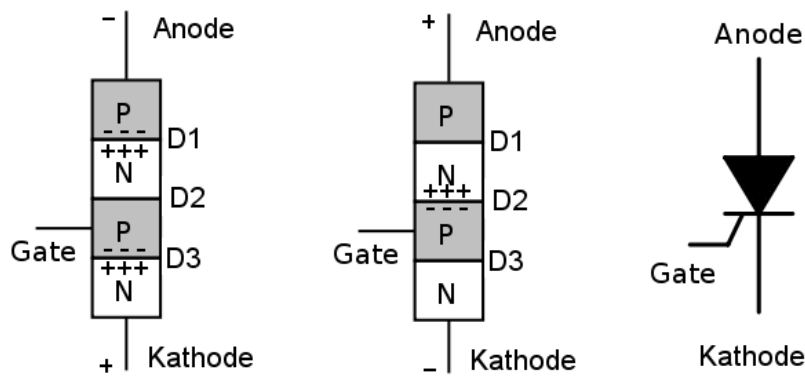

Bild 1.7: Prinzipieller Aufbau eines Thyristors
6. **Thyristoren** sind Halbleiter mit Schaltercharakteristik. Sie besitzen drei Anschlüsse – Anode, Kathode und Gate (Zündelektrode) – und haben drei pn-Übergänge in der Folge pnpn (also einen mehr als der Transistor). Betrachten Sie dazu Bild 1.7: Legt man bei offenem Gateanschluss an Anode und Kathode eine Spannung wie links im Bild an (Anode negativ gegen Kathode), ist der Thyristor gesperrt. Die pn-Übergänge D1 und D3 sind in Sperrrichtung geschaltet. Ist die Anode positiv gegenüber der Kathode, sind die Dioden D1 und D3 zwar in Durchlassrichtung geschaltet, aber der pn-Übergang D2 ist gesperrt und die Diode leitet noch nicht (Bild mitte). Rechts im Bild ist das Schaltzeichen abgebildet. Im englischen Sprachraum ist auch die Bezeichnung SCR (Silicon Controlled Rectifier) gebräuchlich.